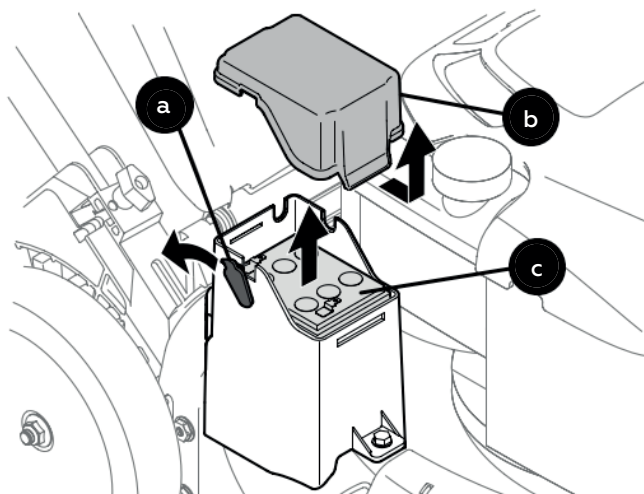

Рис. 27
1. Снятие аккумуляторной батареи (рис. 27):